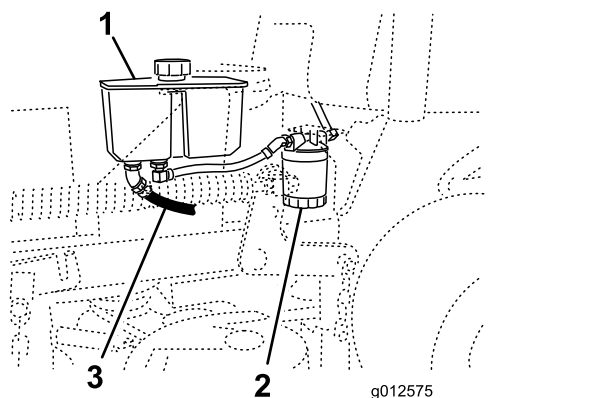

Figure 69
4. Localisez le flexible hydraulique avant sous le réservoir hydraulique et placez le bac de vidange sous le réservoir (Figure 69).